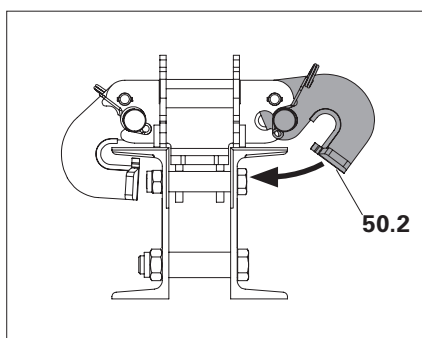

Fig. D5.05
2. Piegare in avanti il pattino di guida (50.2). (Fig. D5.05 + D5.05a)